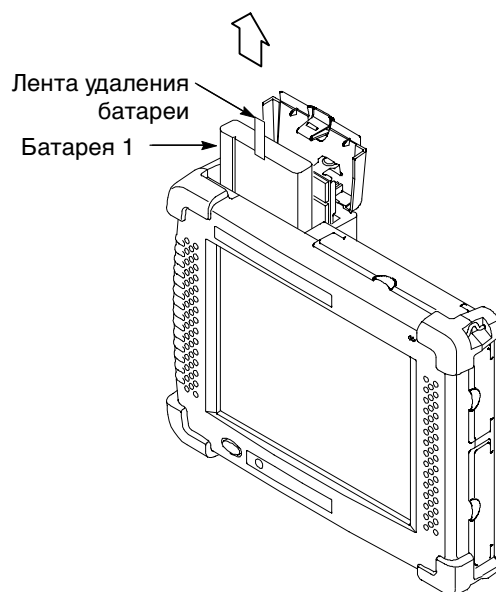

Рис. 2-1: Удаление батареи
7. Для извлечения батареи потяните за ленту удаления батареи. См. рисунок 2-1.